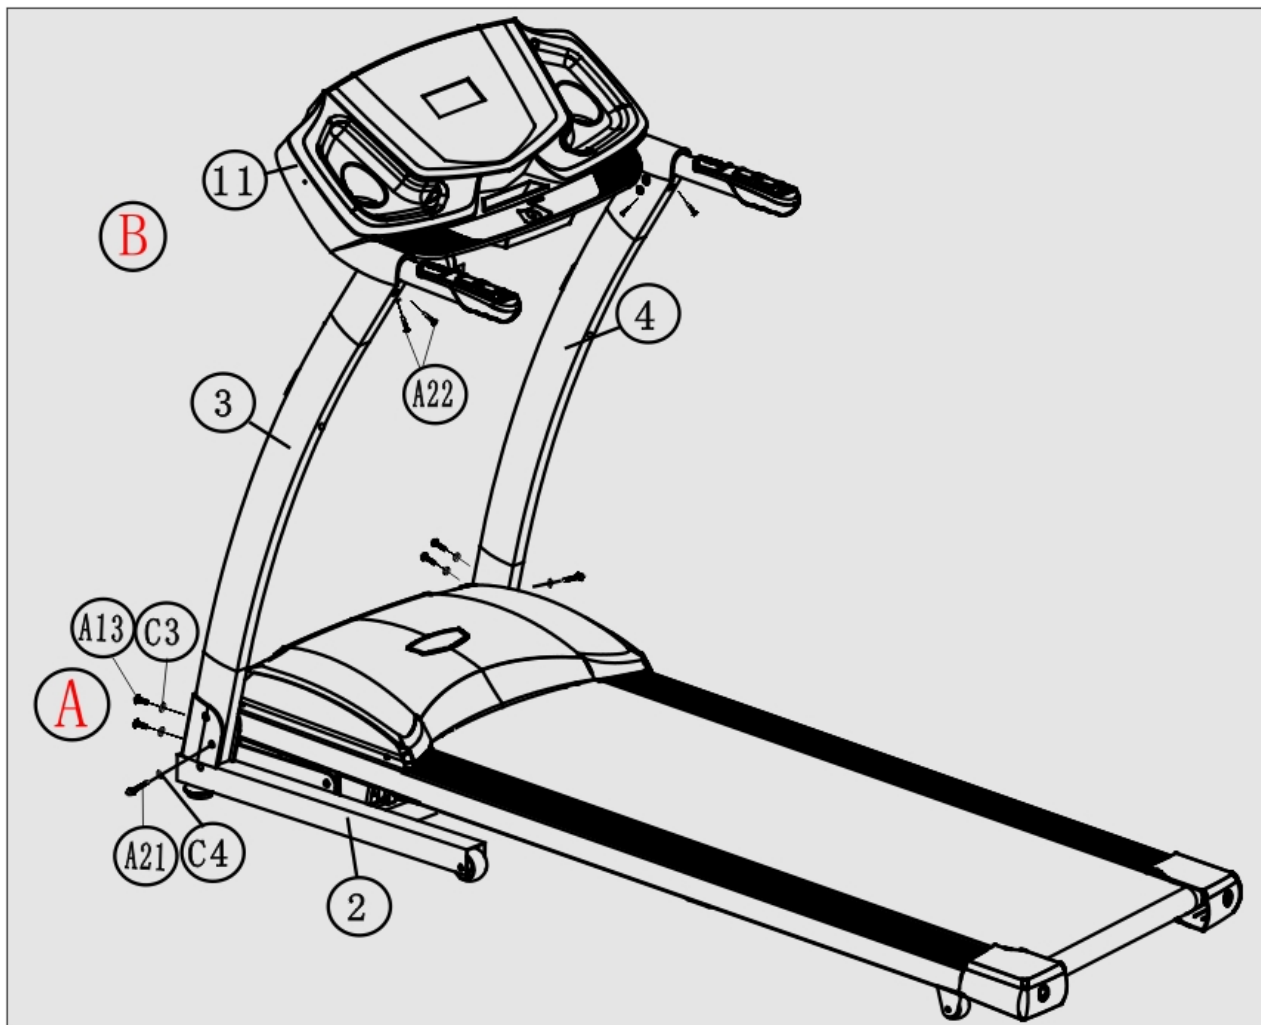

Figure 2
Befestigen Sie das Cockpit (11) an der linken und rechten Konsolensäule (3 / 4) mit 4 x M8 x 16 Bolzen (A22). (Siehe Bild 2).